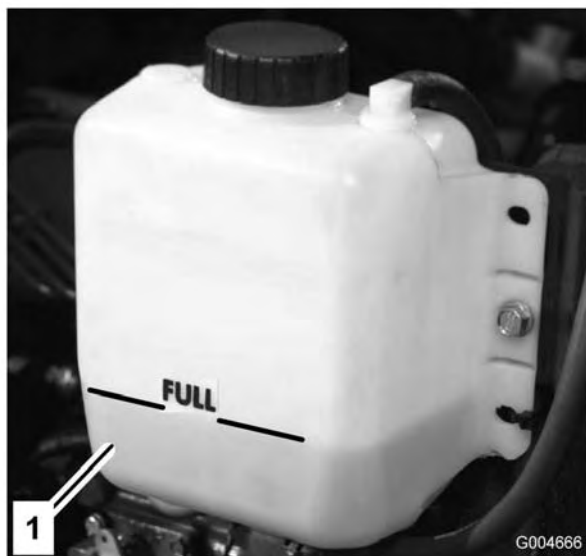

Figura 7
1. Retire cuidadosamente el tapón del radiador y el tapón del depósito de expansión (Figura 7).